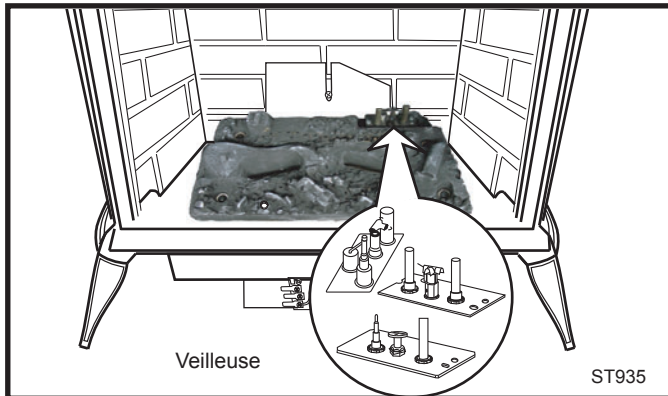

Fig. 73 Localisez la veilleuse.
1. Localisez la veilleuse. (Fig. 73)
1. Remplacez le brûleur en vous assurant que le venturi fixé sous le lit de cendres soit aligné avec l'orifice et qu'il soit appuyé sur l'ensemble d'obturateur d'air. (Fig. 73) Assurez-vous que le brûleur soit incliné légèrement en le remettant en place. Lorsque le brûleur est en place, les trois (3) tiges guide doivent s'insérer dans les trois situés au bas du panneau de contrôle.